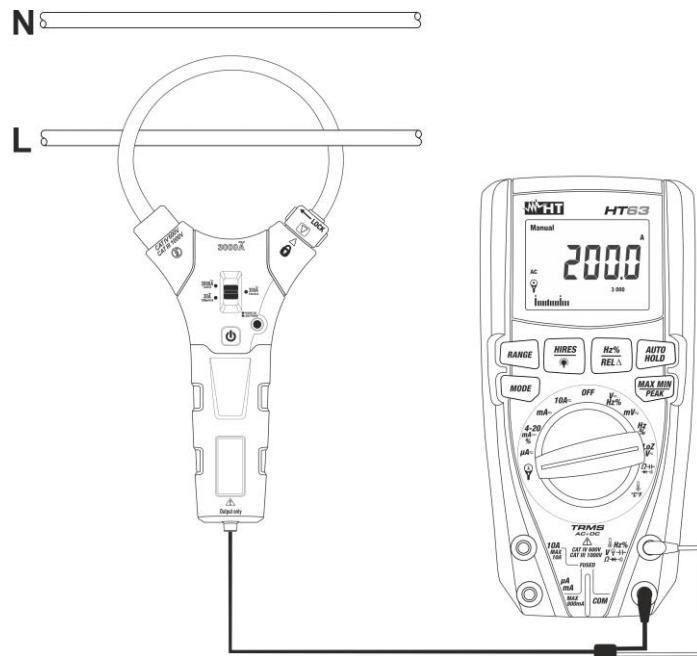

Abb. 12: Verwendung des Messgerätes für die AC/DC Strommessung mit Stromwandler
- Legen Sie das Kabel in den Stromwandler (siehe Abb. 12). Der gemessene Stromwert erscheint auf dem Display